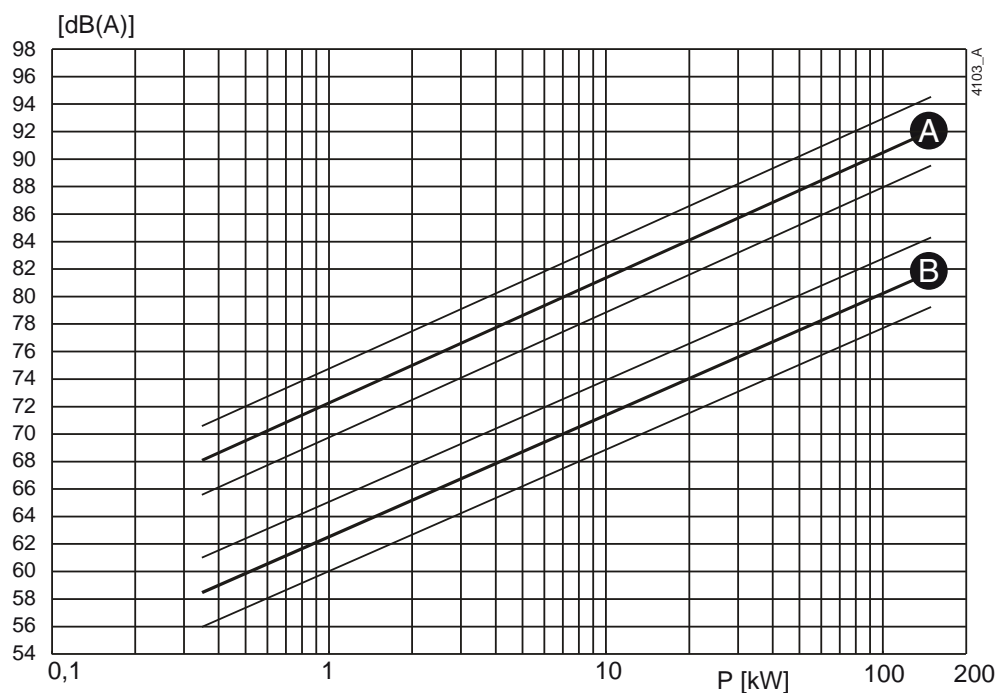
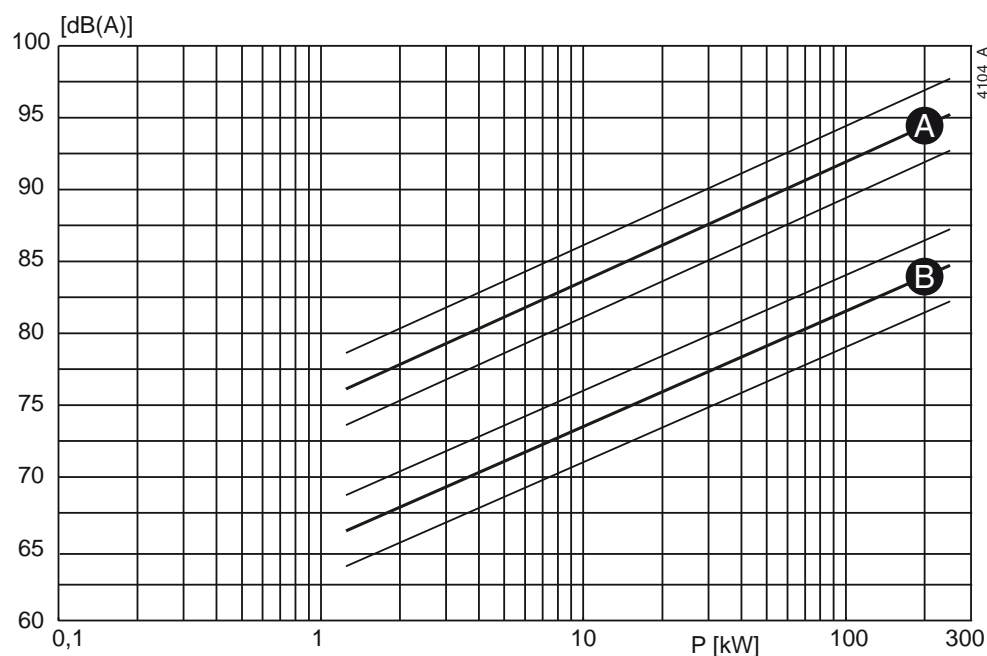

Abbildung 24: Schallpegel als Funktion der Pumpenleistung [kW] bei  $1450 \text{ min}^{-1}$
Abbildung 25: Schallpegel als Funktion der Pumpenleistung [kW] bei  $2900 \text{ min}^{-1}$
- 1 Um den Schallpegel (L1) der Pumpe zu bestimmen, siehe Abbildung 24 oder Abbildung 25.